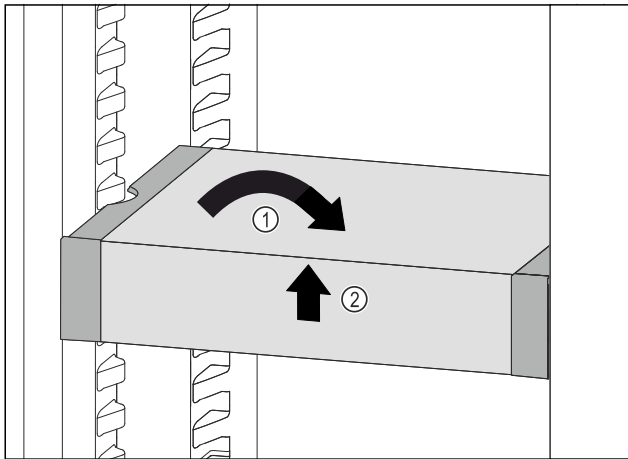

Fig. 124
- ▶ 将 VarioSafe 放平。 Fig. 124 (1)
- ▶ 抬起 VarioSafe 前部。 Fig. 124 (2)